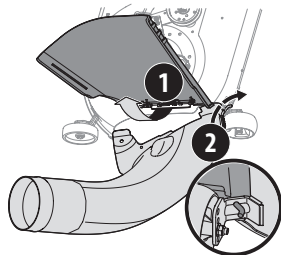

Figura 17
1. Con el canal de descarga del tractor levantado y manteniéndolo abierto (1), coloque el maletero ubicando la varilla de montaje del maletero en la lengüeta de montaje del canal (2), como se muestra en la Figura 17.